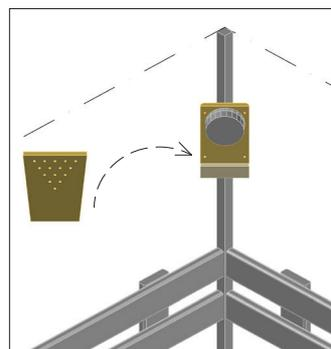

Abb. 6
- Stecken Sie den Holzblendschirm in die dafür vorgesehene Leiste und sichern Sie diesen anschließend mit einem der beiliegenden Schrauben an der Unterseite (Abb. 6 + 7).